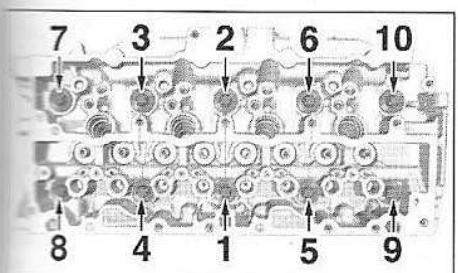

FIG.100
- Respecter l'ordre serrage de la culasse (Fig.100).